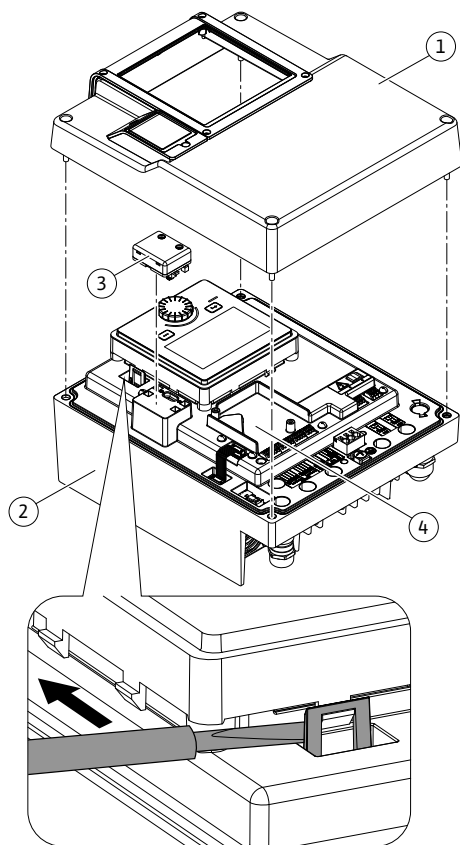
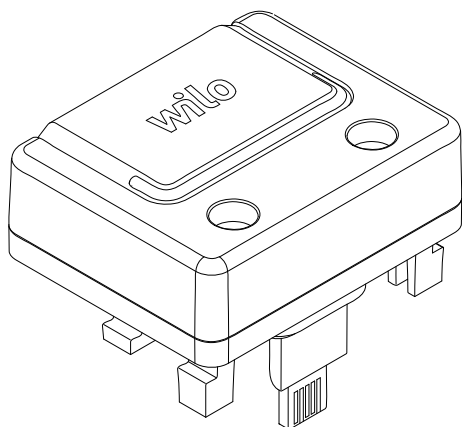

Fig. 25: Moduł elektroniczny
Fig. 26: Moduł BT Wilo-Smart Connect
1. Hak z zatrzaskiem (Fig. 25) należy ostrożnie otworzyć narzędziem (np. śrubokrętem).
Interfejs Bluetooth modułu BT Wilo-Smart Connect (Fig. 25, poz. 3 i Fig. 26) służy do połączenia z urządzeniami, takimi jak smartfon i tablet. Funkcja Wilo-Smart Connect znajduje się w aplikacji Wilo-Assistant. Za pomocą funkcji Wilo-Smart Connect można obsługiwać i nastawiać pompę, a dodatkowo odczytywać jej dane. Nastawienia patrz rozdział „Uruchomienie” [► 420].
1. Odkręcić cztery śruby górnej części modułu elektronicznego (Fig. 25, poz. 1; Fig. I, poz. 2).
3. Moduł BT Wilo-Smart Connect należy umieścić w przewidzianym interfejsie Wilo-Connectivity. Patrz Fig. 25, poz. 3.
Moduły CIF (wyposażenie dodatkowe) służą do komunikacji między pompami a systemem zarządzania budynkiem. Moduły CIF należy włożyć do modułu elektronicznego (Fig. 25, Pos. 4)